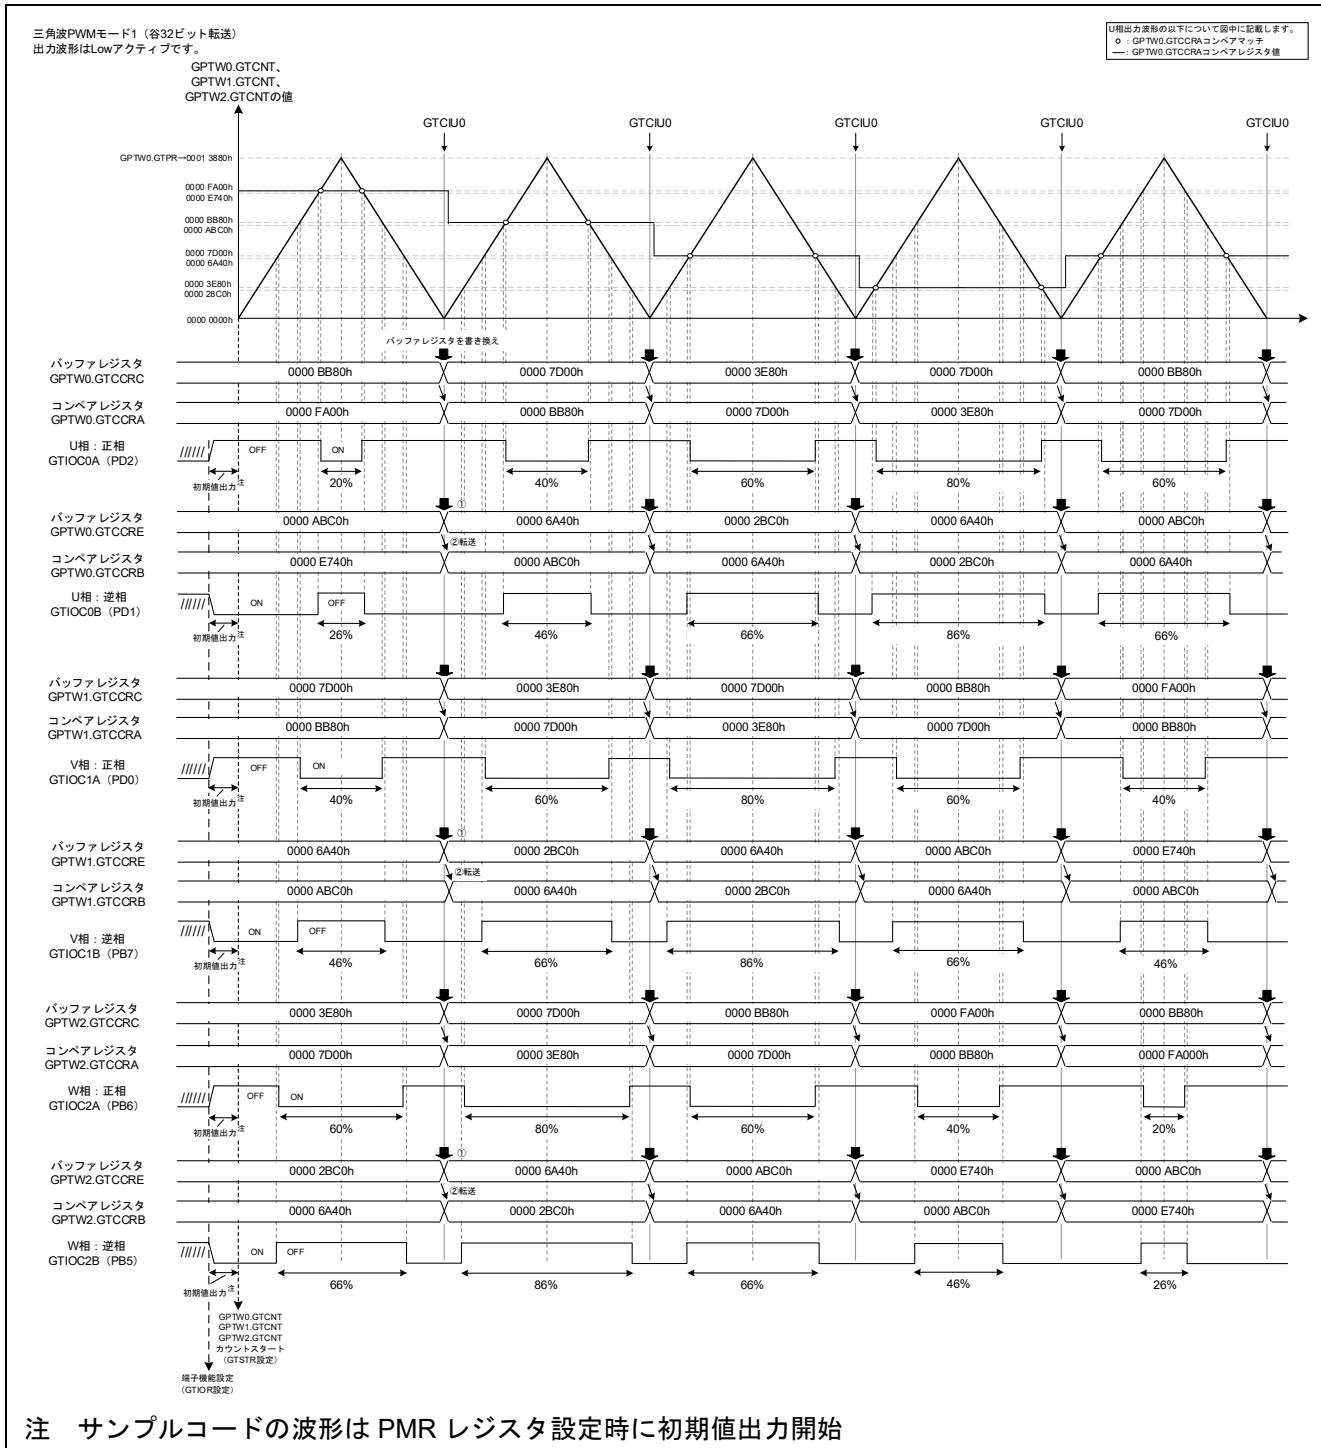

図 4-52 デッドタイム自動設定機能 未使用（三角波 PWM モード 1）
デッドタイム自動設定機能を使用しない場合 (GTDTCR.TDE ビットが “0”) の動作を図 4-52 に示します。
逆相も正相と同様に、GTCNT カウンタのアンダフロー発生時（谷）にバッファレジスタ GTCCRE の書き換え（図 4-52 ①）とバッファレジスタからコンペアレジスタ GTCCRB への転送（図 4-52 ②）し、周期ごとにコンペア値を更新します。